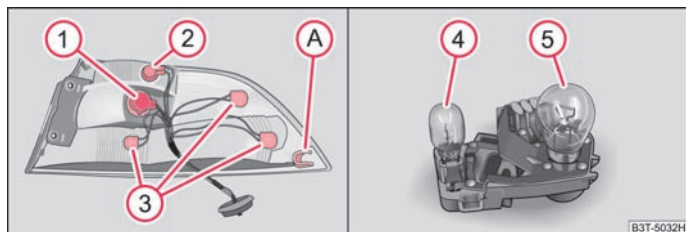

Abb. 220 Äußerer Teil der Heckleuchteneinheit: Lampen / innerer Teil der Heckleuchteneinheit: Lampen
- Zum Wiedereinbau führen Sie zuerst die Heckleuchteinheit mit der Aufnahme A ⇒ Abb. 220 nach vorn auf einen Bolzen an der Karosserie.
- Zum Wechseln einer Lampe des Rückfahrscheinwerfers ④ → Abb. 220 ziehen Sie die defekte Lampe aus der Fassung heraus und setzen Sie eine neue ein.
- Zum Wechseln der Lampe der Nebelschlussleuchte ⑤ → Abb. 220 drehen Sie die defekte Lampe bis zum Anschlag nach links und nehmen Sie diese heraus.
Einbauanlage der Lampen in der äußeren Heckleuchteneinheit → Abb. 220 - links.
- ① - Blinklicht
- ② - Standlicht / Bremslicht
- ③ - Standlicht
■ Einbauanlage der Lampen in der inneren Heckleuchteneinheit → Abb. 220 rechts.
- ④ - Rückfahrscheinwerfer
- ⑤ - Nebelschlussleuchte